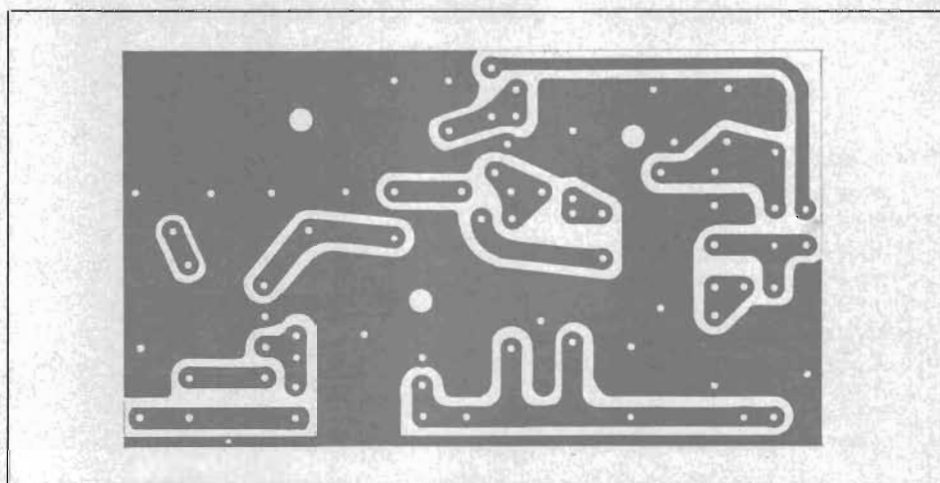
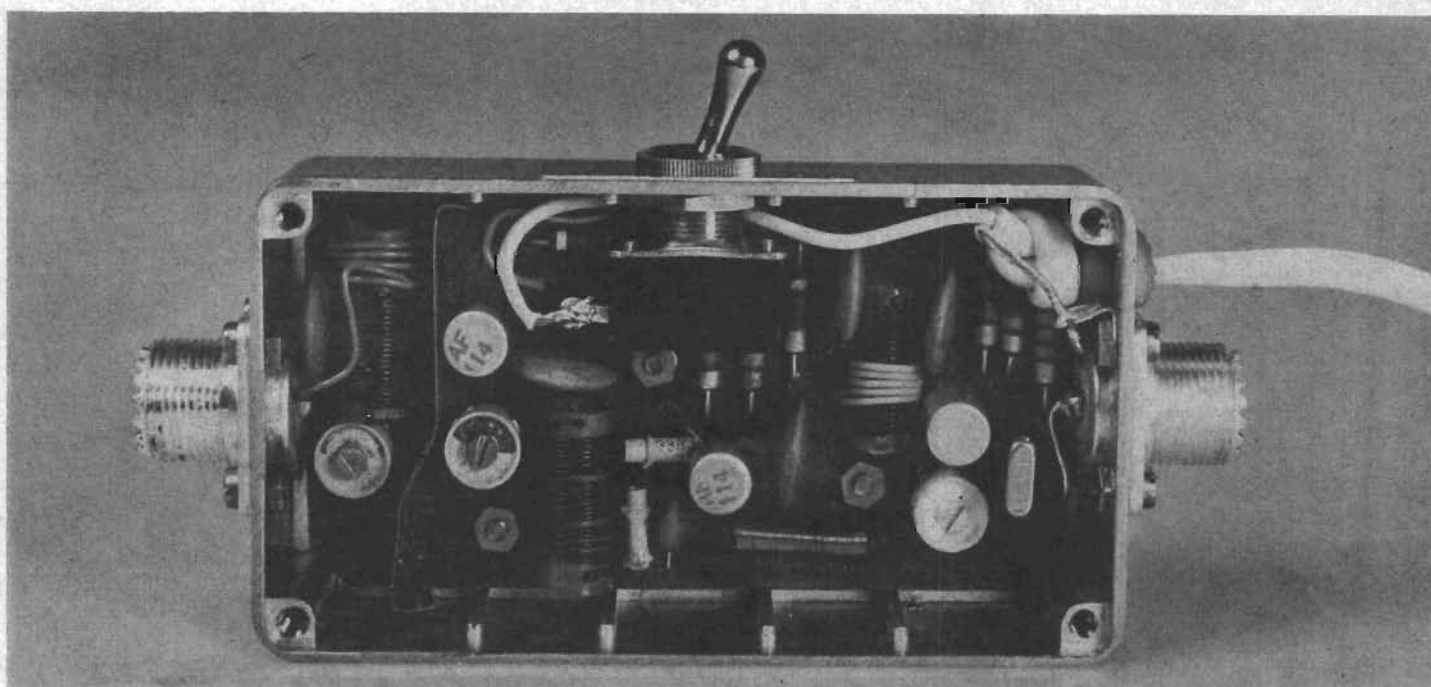

Fig. 5. Kretskortet sett från foliesidan. Skala 1:1.
Fig. 9. Konvertern med locket avtaget. Lägg märke till knuten som låser kabeln för spänningsmatning samt lödörat där kabeln jordats.
- L1, L2, L3, L4, L5 och Dr. Se fig. 5
Konverteren är uppbyggd på ett kretskort, se fig. 5 och 6, där så mycket som möjligt av kopparfoliet kvarlämnats för att extra skärmning skall erhållas. Kretskortet är monterat i en skärmbox av fabrikat Eddy-stone, se fig. 9. På denna är de två koaxialkontaktarna $J1$ och $J2$ för anslutning av antenn och mottagare monterade samt vippströmbrytaren $S1$ för till- och frånslag av drivspänningen.